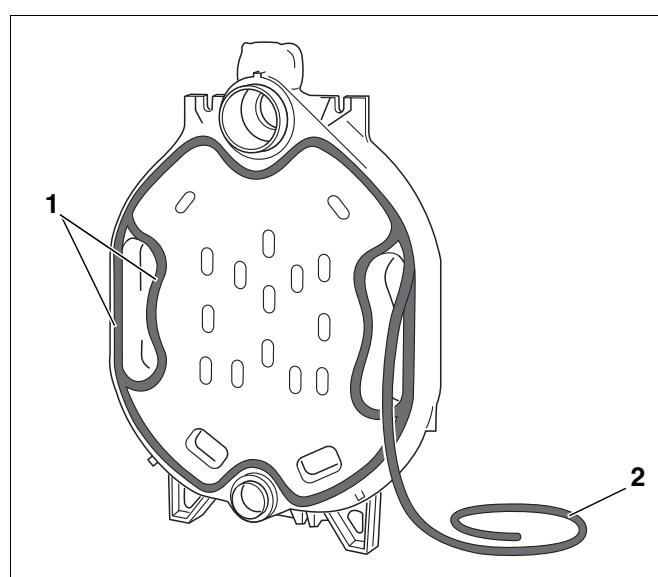

Рис. 11 Укладка уплотнительного шнура (КМ-шнур)
- Вставить эластичный шнур (КМ-шнур: рис. 11, **поз. 2**) в уплотнительные пазы (рис. 11, **поз. 1**) с передней стороны задней секции, начиная с верхнего участка, и слега прижать. Концы уплотнительного шнура на стыках уложить внахлест на 2 см и хорошо прижать друг к другу.